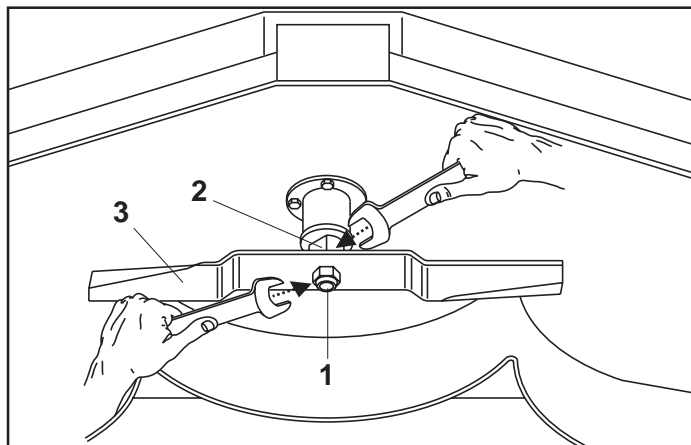

Fig. 13
- Con le due chiavi una posizionata sul perno centrale (2 Fig. 13) e una posizionata sul dado centrale (1 Fig. 13) bloccalama, svitare il dado centrale e sostituire la lama facendo attenzione a mantenere la stessa posizione della lama precedente.
- Using the two wrenches, one on the central pin (2 Fig. 13) and one on the central blade-locking nut (1 Fig. 13), unscrew this latter and replace the blade, taking care to keep the new blade in the same position as the old one.
- Mit den zwei Schlüsseln, einen am zentralen Bolzen (2 Abb. 13) und einen an der zentralen Mutter (1 Abb. 13), die das Messer blockiert, die zentrale Mutter losschrauben und das Messer ersetzen, indem man darauf achtet, es in der gleichen Position des vorherigen Messers zu halten.
- Avec une clé placée sur l'axe central (2 Fig. 13) et l'autre sur l'écrou central (1 Fig. 13) serre-lame, dévissez l'écrou central et remplacez la lame en faisant attention à maintenir la même position de la lame précédente.
- Con las dos llaves, una posicionada en el perno central (2 Fig. 13) y la otra en la tuerca central (1 Fig. 13) del bloqueo cuchilla, desenroscar la tuerca central y cambiar la cuchilla prestando atención de mantener la misma posición de la cuchilla precedente.
Ogni sostituzione di lama, sostituire **sempre** anche il dado centrale di fissaggio delle lame (1 Fig. 13), con un dado nuovo e la relativa rondella.
*Whenever a blade is changed, **always** replace the central blade locking nut (1 Fig. 13), inserting a new nut and washer in its place.*